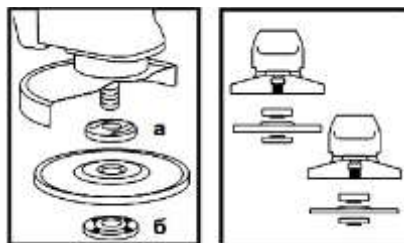

Рисунок 2
4.4 Встановіть на виріб шліфувальний або відрізний круг. Для цього натисніть на кнопку фіксації шпинделя (1) і перевірте його до такого положення, при якому він зафіксується. За допомогою вилочного ключа з комплекту виробу відверніть і зніміть затискну гайку (б) (дивіться рисунок 2). Встановіть шліфувальний диск на посадкове місце фланцевої шайби (а) (рисунок 2), наживіть рукою затискну гайку на шпindel ь і затягніть її ключем з комплекту приладу.